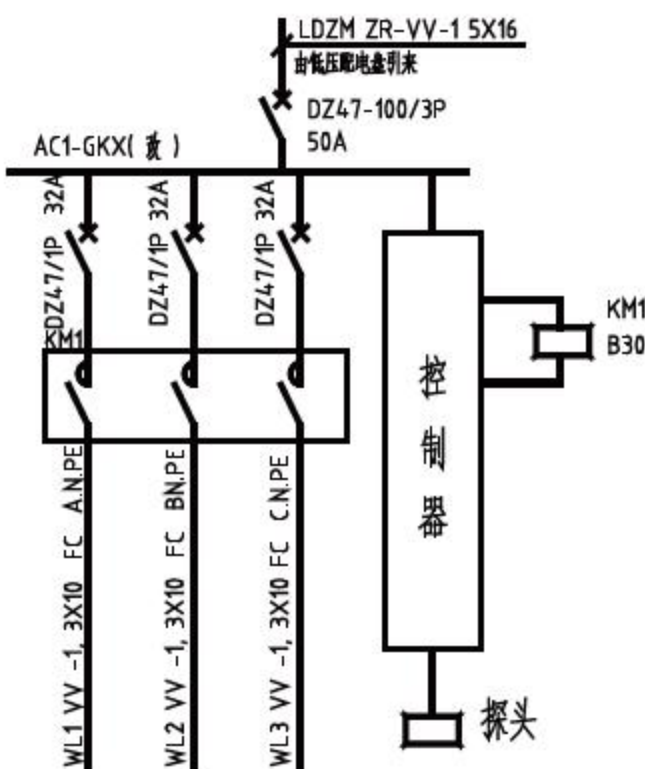

图6-29 打开素材
- 01 单击快速访问工具栏中的【打开】按钮, 打开本书配备资源中的“素材\第6章\6-2 添加路灯照明系统图中的文字.dwg”文件，如图6-29所示。